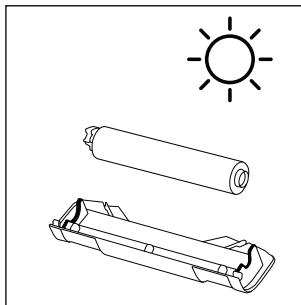

Afb. 35
- ◆ Reinig de sproeikap **7** en de borstelrol **6** onder warm, stromend water (zie afb. 35).